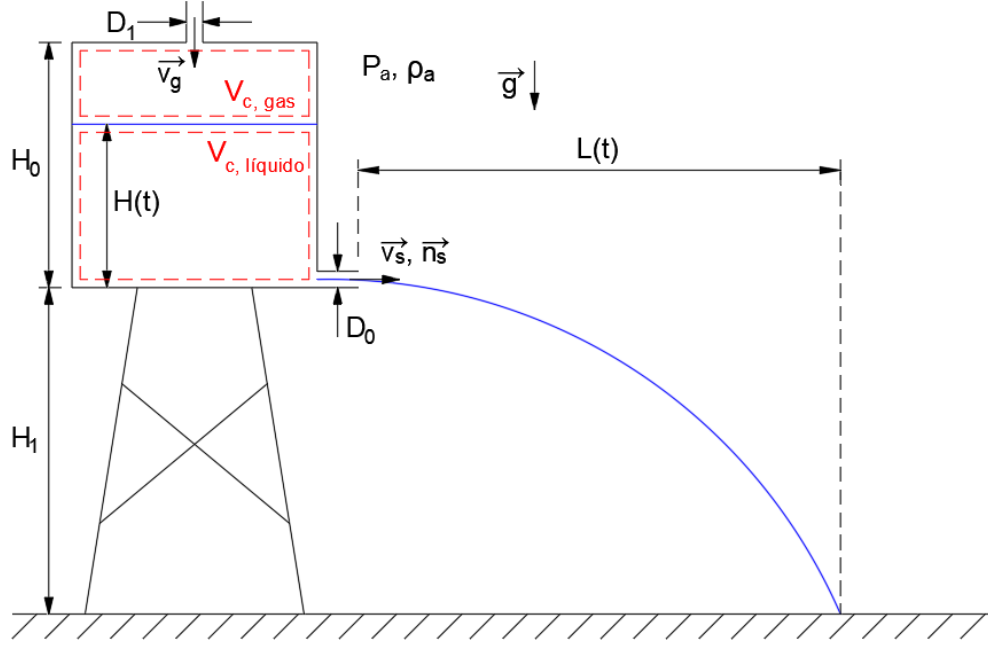

Figura 9.12: Esquema del depósito en altura.
5. Dado el depósito de la Figura 9.12, determinar la expresión de la longitud que recorre el chorro que sale del depósito, en función del tiempo.